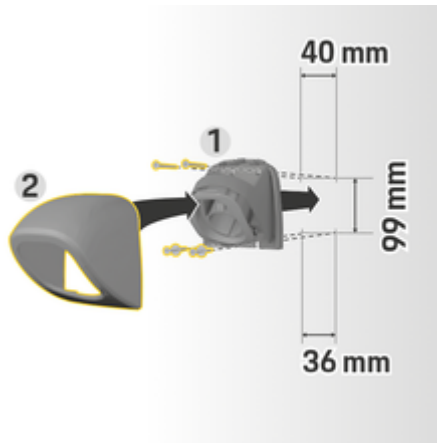

图 260: 钻孔尺寸
1. 将接头固定器 1 (图 260) 从盖子 2 (图 260) 上拆下。
4. 将接头固定器 1 (图 260) 拧到墙壁上。
5. 将盖子 2 (图 260) 从下方安装到接头固定器 1 (图 260) 上, 并且向上推。